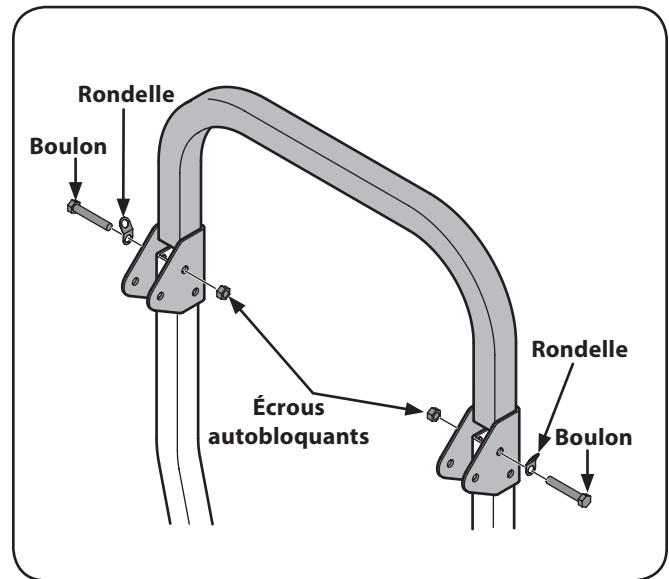

Figure 3-4
4. Installez la partie supérieure de la structure de protection anti-retournement sur les poteaux inférieurs. Insérez les boulons, les rondelles et les écrous. Voir Figure 3-4.